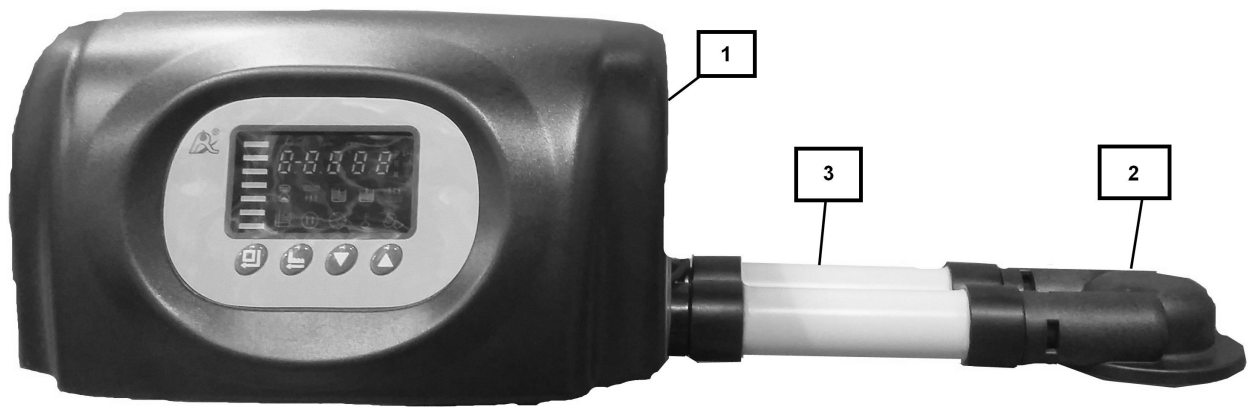

Рис. 4
8.16 Используя комплект соединительных трубок (3), подключить фильтр №2 с адаптером (2) к фильтру №1 с управляющим клапаном (1), (рис.4)